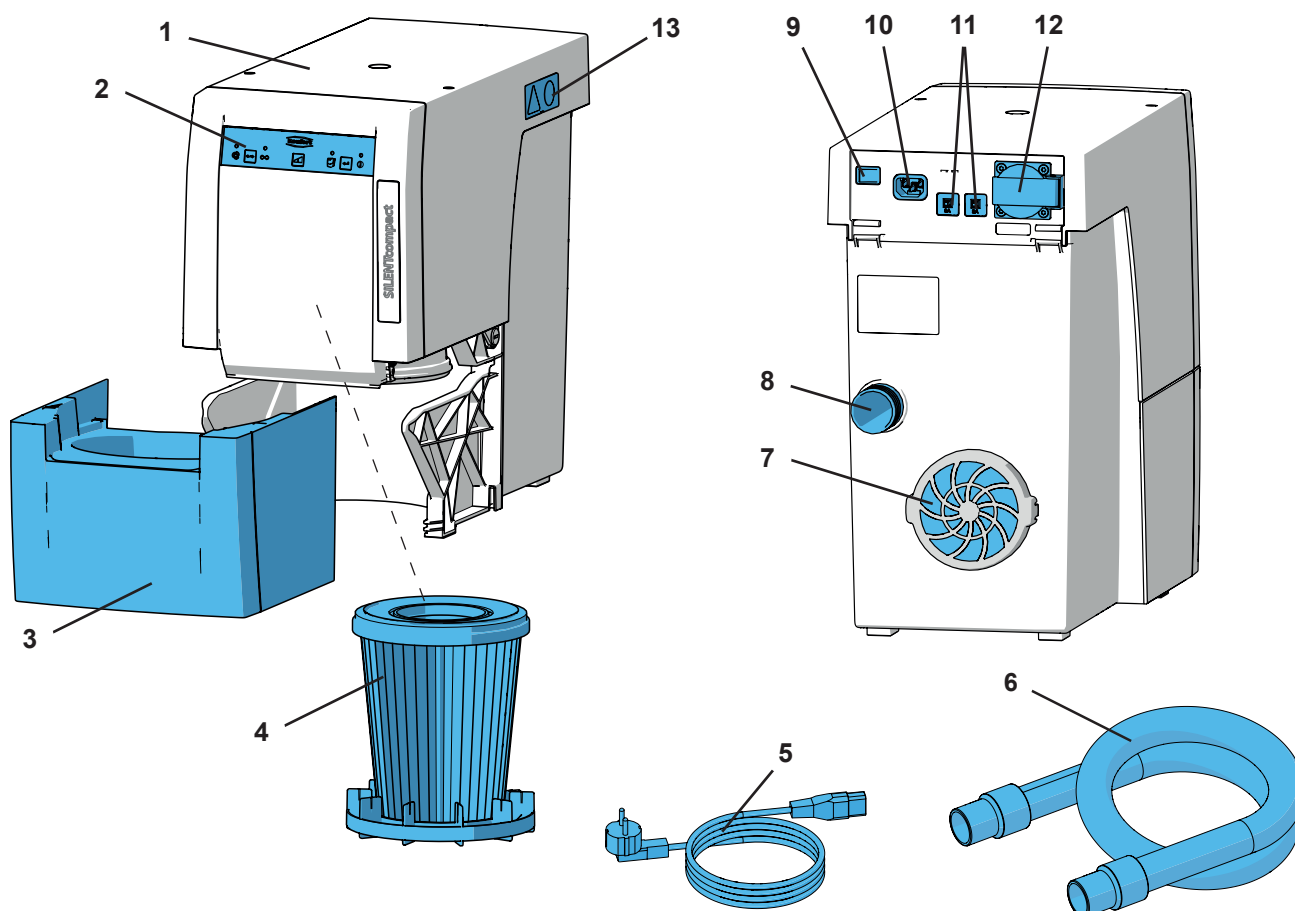

Fig. 1
- L'evacuazione dell'aria di scarico (7, Fig. 1) non sia ostacolata.
- ⇒ Spegnerne l'apparecchio tramite interruttore on / off (9).
- ⇒ Collegare il cavo di alimentazione (5, Fig. 1) alla presa (10).
- ⇒ Inserire il tubo di aspirazione (6, Fig. 1) sul bocchettone di aspirazione (8).